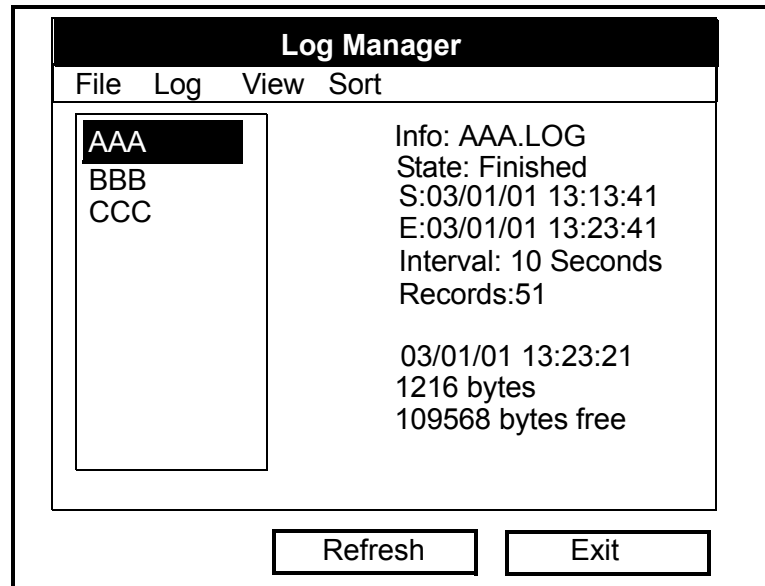

Figura 5-2: A Janela Log Manager (Gestor de Registo)
2. Com o *Log Menu* (Menu de Registo) seleccionado, desloque-se até à opção *Manager* (Gestor) e pressione [ENTER]. Surgirá um ecrã semelhante ao da Figura 5-2 abaixo.
1. Na janela *Log Manager* (Gestor de Registo) (consulte Figura 5-2 na página 5-2), utilize as setas direccionais [▼] e [▲] para seleccionar o registo que pretende eliminar.
2. Na janela *Log Manager* (Gestor de Registo) (consulte Figura 5-2 na página 5-2), utilize as setas direccionais [▼] e [▲] para seleccionar o registo que pretende transferir.
1. Na janela *Log Manager* (Gestor de Registo) Figura 5-2 na página 5-2), utilize as setas direccionais [▼] e [▲] para seleccionar o registo que pretende interromper.